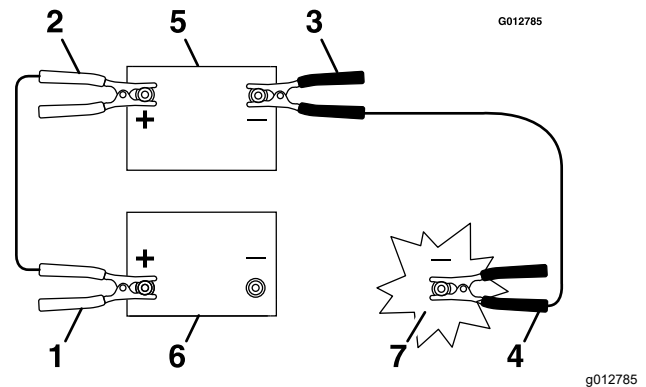

Figure 83
3. Branchez la cosse du câble positif (+) (rouge) à la borne positive (+) de la batterie à plat (Figure 83).